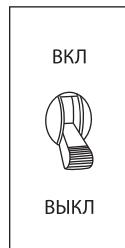

рис. 13
4. Переопределите топливный кран, установив его в положение «Закрыто» (рис. 13).